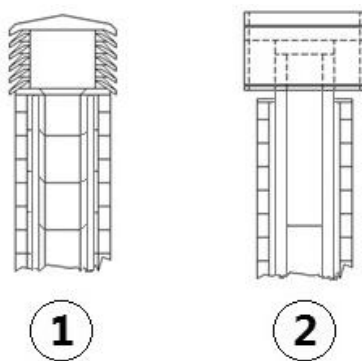

Fig. 5 - Extremos de chimenea antiviento
- AK. Controlar rigurosamente que haya sido instalada una cumbre o sombrero anti viento **Fig. 5** según las normas vigentes. Del terminal, cumbre o sombrero adecuado dependerá en gran medida la correcta evacuación de los humos y previene muchos problemas de instalación.
- Conducto de ventilación externo realizado enteramente en tubos inox aislados o sea con pared doble de mínimo Ø100/120 mm: todas las partes son bien ancladas al muro, con el extremo de chimenea antiviento (véase Fig. 5).